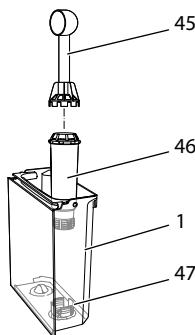

Fig. 25 : Vissage/dévisseage du filtre à eau
- Retirer le filtre à eau quand l'appareil y invite. (voir Fig. 25 *Vissage/dévisage du filtre à eau* à la page 147).